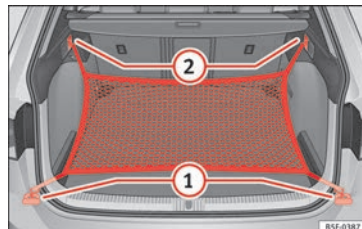

Fig. 135 Dans le coffre à bagages : œillets ① et crochets ② pour accrocher le sac pour filet (modèle LEON ST).
- Fixez les crochets courts du filet aux œillets d'amarrage » fig. 135 ① » ⚠. La fermeture à glissière du sac doit rester vers le haut.
- Fixez les rubans aux crochets pour accrocher des sacs ②.